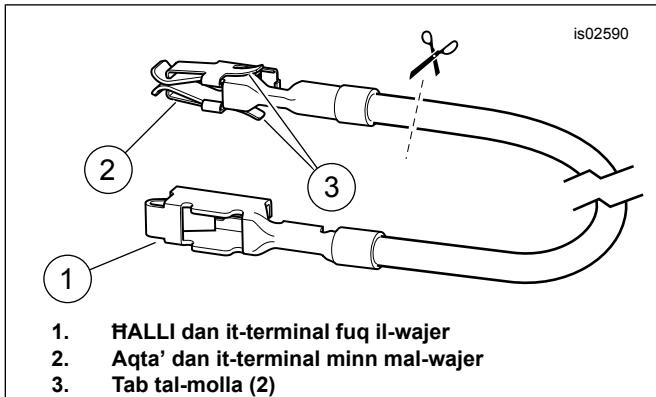

Figura 6. Wajer tal-Adapter tal-Blokka tal-Fjus
4. Oħroġ il-wajer oranġjo/abjad tal-adapter tal-fuse block (10) minn ġol-kit. Innota t-terminal fuq kull tarf (ara Figura 6. It-terminal MINGHAJR it-tabs tal-molla biss jidħol fil-kavità tal-fus). Aqta' b'attenzjoni t-terminal LI GHANDU t-tabs tal-molla minn mal-wajer u armih.